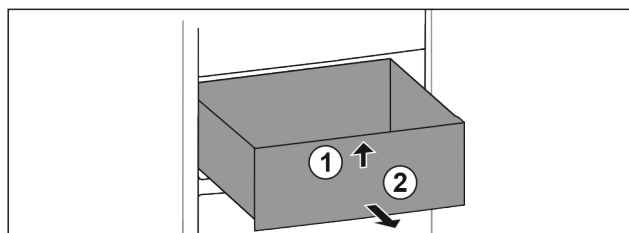

Fig. 60
- Повдигнете чекмеджето отпред. Fig. 60 (1)
- Извадете чекмеджето напред. Fig. 60 (2)